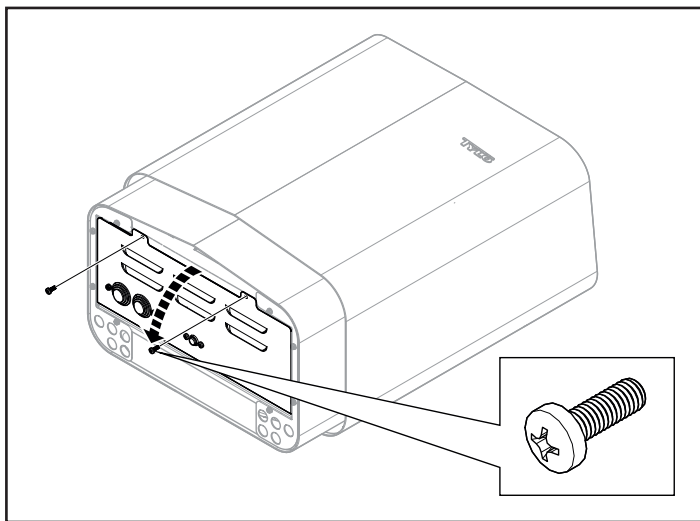

Figure 9 : Ouverture/fermeture du couvercle
2. Desserrez les vis et ouvrez le couvercle (voir figure 9).
5. Fermer le volet et serrer les vis (voir Fig 9).